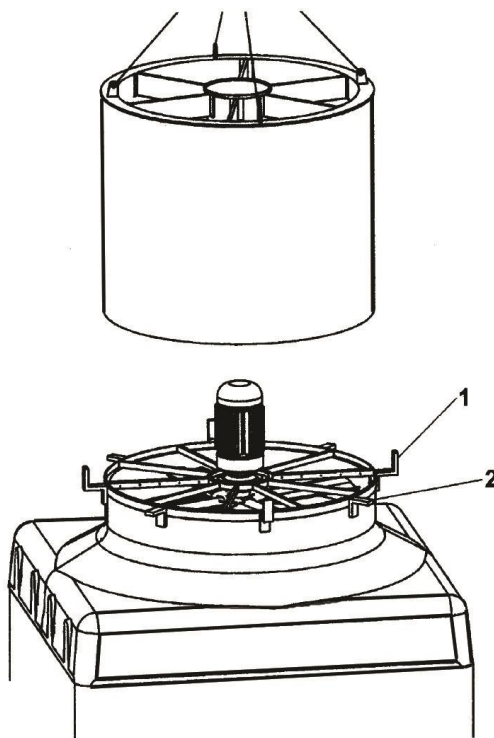

Fig. 10
1. Placer (s'ils ne sont déjà placés) les profils en forme de « Z » ou « L » (fig. 10/1), qui se trouvent dans un des rayons du support du ventilateur, pour qu'ils servent de guide. Le modèle EWK-1800 ne nécessite pas ces profils puisque l'anneau support à une finition en « L ».
3. Placer le silencieux sur le chapeau et l'appuyer sur les profils en « L » ou « Z » (fig. 10/2) disposés sur l'anneau support du ventilateur (ou directement sur l'anneau pour les EWK-1800)